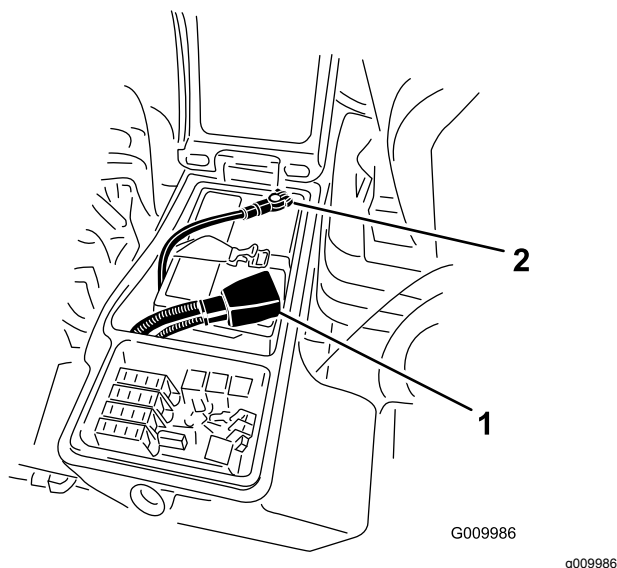

Figura 42
5. Conecte el cable positivo (rojo) al borne positivo (+) y el cable negativo (negro) al borne negativo (-) de la batería (Figura 42).